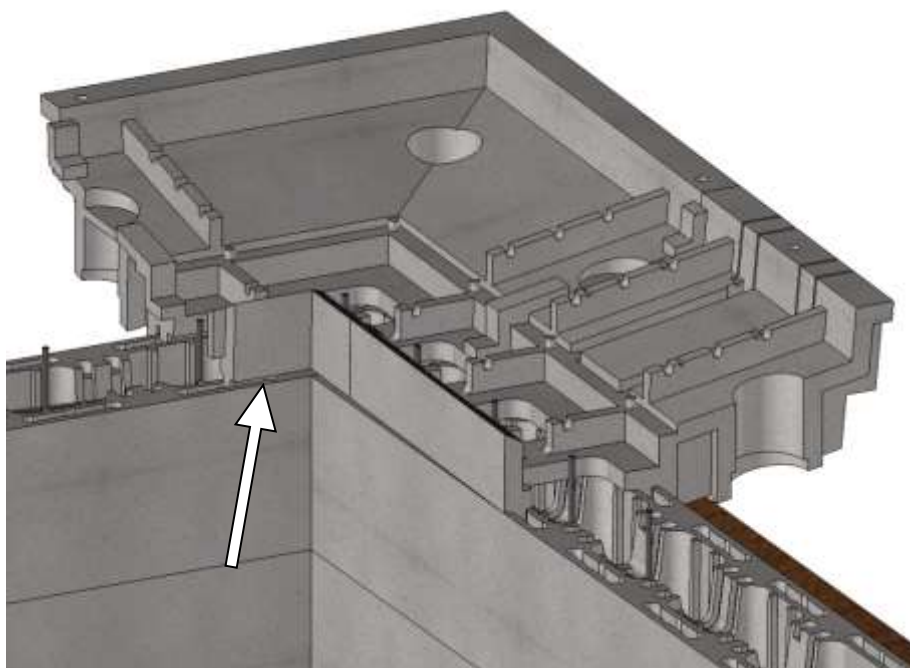

Figure 3 : Mise en place des premiers modules
- Installer un angle sans enfoncer le côté de recouvrement dans le bloc (voir la flèche sur la Figure 3).